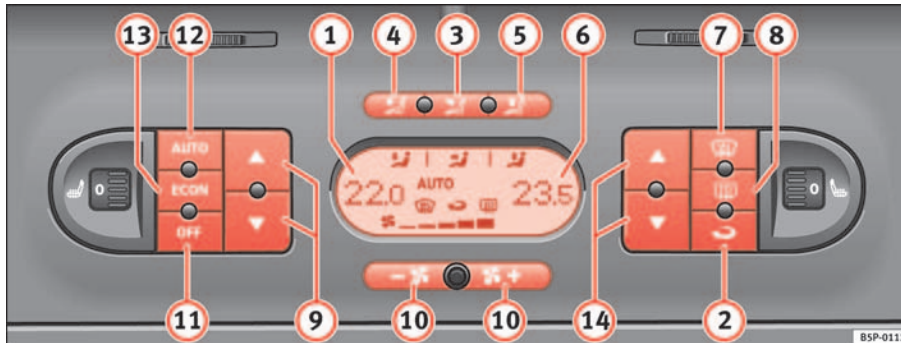

Abb. 125 In der Instrumententafel: Bedienelemente 2C-Climatronic
- Drücken Sie die Tasten der Temperaturregulierung ⇒ Seite 157, Abb. 125 9 oder 14 zur Einstellung der Temperatur auf der linken bzw. rechten Seite.
- Drücken Sie die Taste  ⇒ Seite 157, Abb. 125. Am Display erscheint die Anzeige „AUTO“.